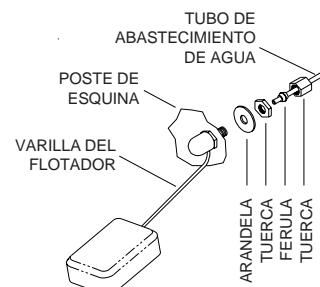

FIG. 5
- Instale la válvula del flotador. Instale la válvula en el agujero que se encuentra en el poste de esquina (fig. 5) y conecte el tubo de agua.
- Llene la bandeja con agua. Permita que se llene la bandeja con agua hasta una altura de una pulgada por debajo del borde superior de la bandeja y ajuste el flotador para que mantenga este nivel. Esto se puede lograr torciendo la varilla para arriba o para abajo (fig. 5).